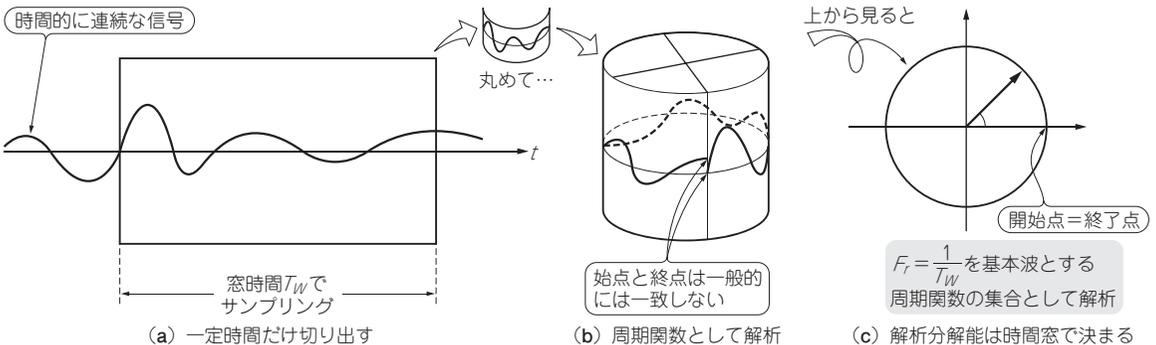

図1 アナログ信号の切り出しと円状循環
- ①時系列で連続するアナログ入力信号の一部を、特定時間(窓時間と呼称)だけ切り出し&収集し、「円状に循環して連続する」信号とする(図1)
- ②FFT演算処理にて、離散周波数(=1/窓時間)ご